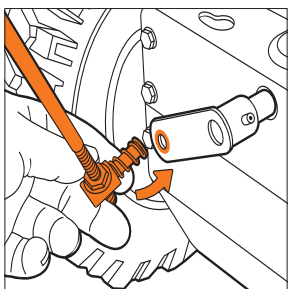
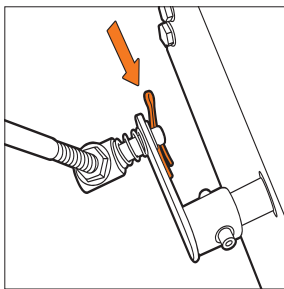

Рис. 19
Рис. 20
- Подсоедините штангу к кронштейну привода передач на корпусе снегоуборочной машины (Рис. 19) и зашплинтуйте ее (Рис. 20).